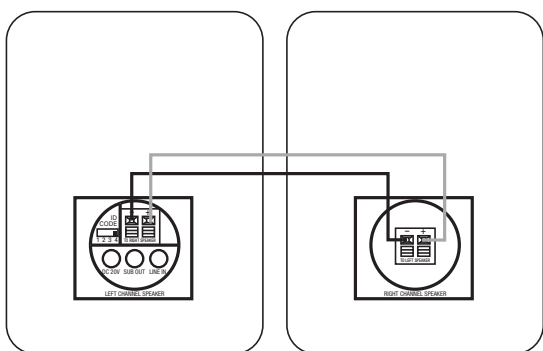

Figure 3.
**Étape 3.** Branchez le câble d'enceinte (inclus) entre les terminaux à poussoir de l'enceinte active **6** et les terminaux à poussoir à l'arrière de l'enceinte passive **10**. Voir la Figure 3. Veuillez noter que le câble d'enceinte fourni possède un fil rayé polarisé pour aider à distinguer ses deux conducteurs. Utilisez ce fil rayé polarisé pour vous assurer de brancher le terminal positif (+) d'une enceinte au terminal positif (+) de l'autre enceinte, et le terminal négatif (-) à l'autre terminal négatif (-). Cela n'a aucune importance que le fil rayé polarisé raccorde les terminaux positifs (+) ou négatifs (-).
**Étape 3.** Branchez le câble d'enceinte (inclus) entre les terminaux à poussoir de l'enceinte active **6** et les terminaux à poussoir à l'arrière de l'enceinte passive **10**, comme indiqué à la Figure 3. Veuillez noter que le câble d'enceinte fourni possède un fil rayé polarisé pour aider à distinguer ses deux conducteurs. Utilisez ce fil rayé polarisé pour vous assurer de brancher le terminal positif (+) d'une enceinte au terminal positif (+) de l'autre enceinte, et le terminal négatif (-) à l'autre terminal négatif (-). Cela n'a aucune importance que le fil rayé polarisé raccorde les terminaux positifs (+) ou négatifs (-).
**Étape 5.** Assurez-vous que le réglage du code ID sur le transmetteur ⑬ est identique au réglage défini sur l'enceinte active ⑤. Consultez la page 6 de ce manuel pour en savoir plus sur les codes ID. Si nécessaire, configurez votre récepteur afin d'activer les sorties préamplifiées pour les canaux avant/principal (consultez le manuel d'utilisation de votre source pour en savoir plus).
**Étape 3.** Branchez le câble d'enceinte (inclus) dans les terminaux à poussoir de l'enceinte active ⑥ et dans les terminaux à poussoir à l'arrière de l'enceinte passive ⑩, comme indiqué à la Figure 3. Veuillez noter que le câble d'enceinte fourni possède un fil rayé polarisé pour aider à distinguer ses deux conducteurs. Utilisez ce fil rayé polarisé pour vous assurer de brancher le terminal positif (+) d'une enceinte au terminal positif (+) de l'autre enceinte, et le terminal négatif (-) à l'autre terminal négatif (-). Cela n'a aucune importance que le fil rayé polarisé raccorde les terminaux positifs (+) ou négatifs (-).
**Étape 4.** Raccordez le module de transmission ⑫ et l'enceinte active ⑦ à la prise murale avec le bon cordon et l'alimentation correcte. Assurez-vous que l'antenne du transmetteur ⑪ est déployée vers le haut.